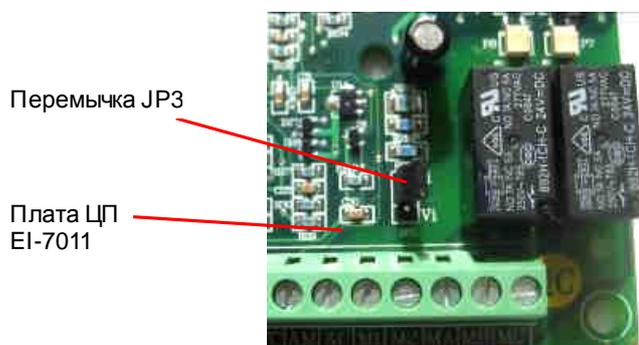

Рис. 4.29. Перемычка JP3 на плате ЦП EI-7011.
CD-043 = 0 Клемма FI – в потенциальном режиме 0...10 В установить перемычку JP3 на плате ЦП в нижнее положение (рис. 4.29).
4.18.14. Восстановить пользовательские значения констант (п. 4.18.1). Установить перемычку JP3 на плате ЦП в верхнее положение (рис. 4.29).